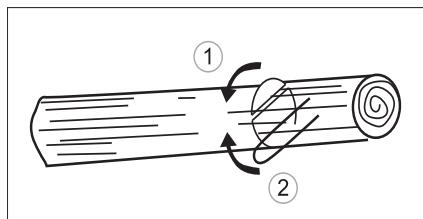

Рис. 22
3. В случая когато дънерът е върху опори от двата края, прорежете отгоре на 1/3 на диаметър на дънера за да избегнете разделяне. След това завършете срезотдолу така, че той да съвпадне с първи срез, като избягате заклинване (рис. 22).